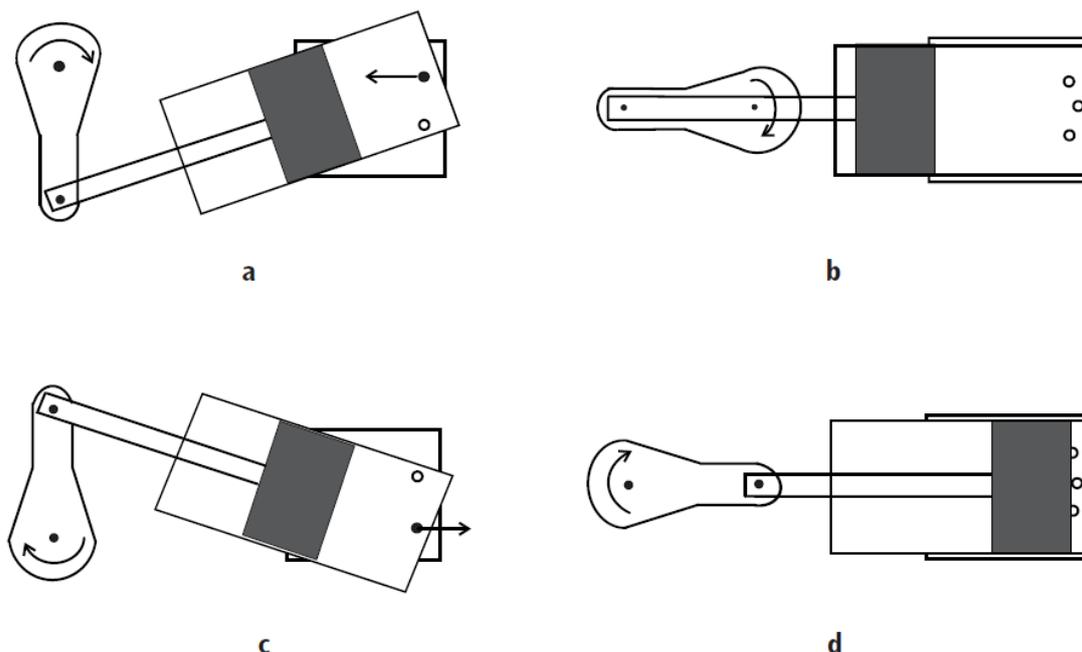

Fig.1: Ciclo di lavoro della macchina a vapore oscillante
Contrariamente ad una macchina a vapore con valvola a cassetto, il cilindro di una macchina a vapore oscillante si muove intorno ad un asse centrale e, durante il movimento, apre o chiude l'immissione e lo scarico dei canali del vapore. Nella caldaia l'acqua si riscalda e genera vapore acqueo. Il vapore acqueo scorre attraverso il tubo del vapore aggiuntivo (12) del supporto fino al foro di immissione del vapore. Non appena inizia l'apertura del cilindro con l'alimentazione del vapore nuovo, il vapore scorre nel cilindro e avvia la fase di compressione del pistone (fig. 1 a). Quando il pistone raggiunge la posizione più in basso, i canali del vapore si chiudono. Con l'ausilio del volano questo punto morto viene superato (fig. 1 b). Nella fase successiva, il pistone compie il movimento di ritorno, apre il foro di scarico del vapore e spinge fuori il vapore (fig. 1 c). Il vapore viene scaricato attraverso il tubo del vapore di scarico (2) e il condotto del vapore di scarico (16). La condensa formata viene deviata dal tubo della condensa (1) nel vaso della condensa (19). Il pistone raggiunge il punto morto superiore, in corrispondenza del quale entrambi i canali del vapore sono chiusi. Dopo il superamento del punto morto superiore grazie al volano, l'alimentazione del vapore riprende e il processo ricomincia (fig. 1 d).